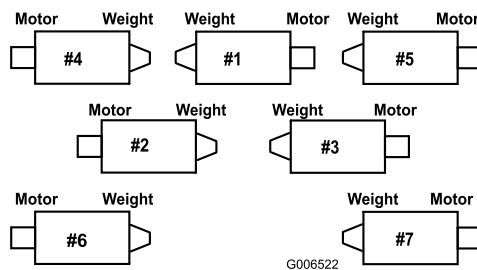

Figure 10
**Remarque:** Reportez-vous à la Figure 10 pour déterminer le numéro du bras de relevage qui est décrit.